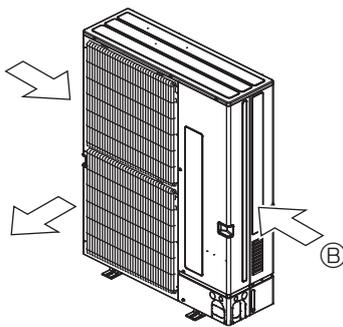

Fig. 2-16
- ② Posisjoner enheten slik at luftutløpet står vinkelrett på den rådende vindretningen for årstiden, hvis det er mulig. (Fig. 2-16)